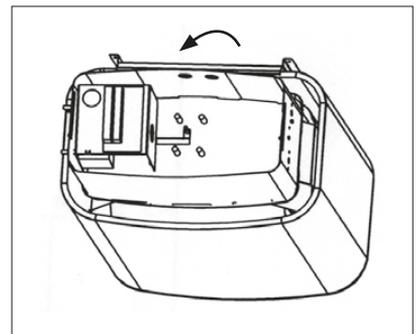

Figure 5.
- Enfin, fixez la plaque inférieure de la boîte de jonction et les ajusteurs à leur place (Figure 5).